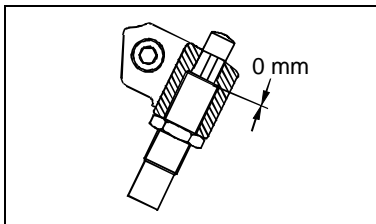

Bild 29/Fig. 29
3. Drehen Sie einen Stoßdämpfer nach Bild 29 vollständig in den Anschlag mit Stoßdämpfereaufnahme ein. Die Kontermuttern sollten vorerst nur leicht angezogen werden.
3. Screw a shock absorber completely into the stop with shock absorber fixture as shown in Fig. 29. The lock nuts should only be gently tightened at first.